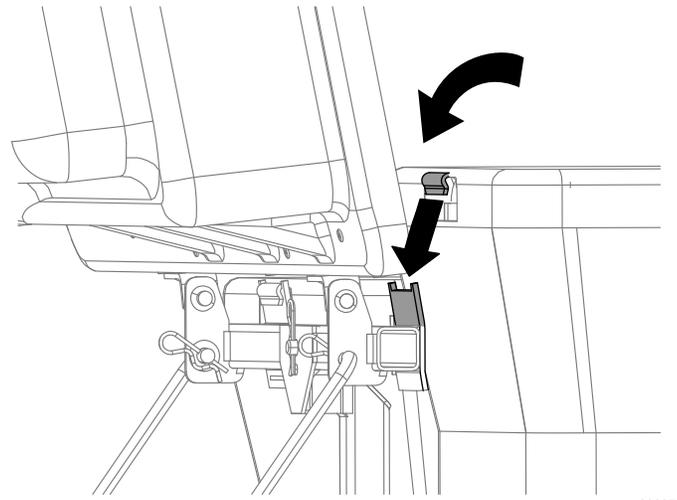

Figura 17
4. Levante la tapa del ensacador e instale las bolsas, colocando el enganche del bastidor de cada bolsa sobre los soportes de retención (Figura 17).